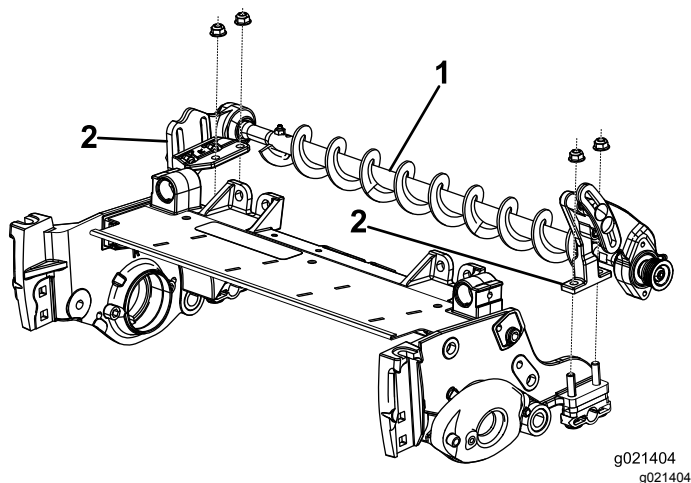

Figura 13
18. Coloque os suportes de montagem do conjunto da escova, do lado esquerdo ou direito, nos parafusos de suporte do rolo (Figura 13).